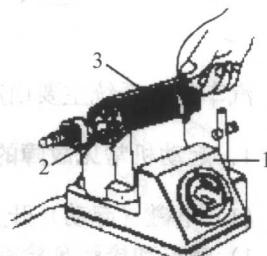

图 1-1
①短路故障检查。一般电枢绕组采用较大截面的导线绕制，因此断路故障只出现在与换向片的焊接处。应察看线圈端头与换向片的焊接点，若有脱焊料熔化流失的痕迹，即可断定此处断路；若发现某换向片烧蚀严重，应注意检查此换向片嵌线槽处是否有焊接熔化痕迹。
②搭铁故障的检查。电枢绕组的搭铁故障可用万用表  $R \times 10k$  挡进行检查。用一支表笔接电枢铁心，另一支表笔接换向片，万用表指示的电阻值应为无穷大；反之，说明存在搭铁故障。
③匝间短路故障检查。当电刷磨损的铜粉将换向片间的凹槽连通时，也会导致电枢绕组短路。电枢绕组短路故障只能利用电枢检验仪进行检查。如图 1-1，当测试仪电后将钢片置于电枢铁心上，边转动电枢边移动钢片，若钢片在某一部位产生振动，则说明该处电枢绕组短路。